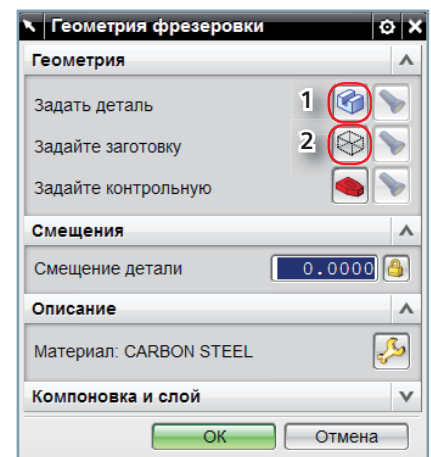

Рис. 1.23. Диалоговое окно задания геометрии Детали и Заготовки
- Появится диалоговое окно (рис. 1.23).
- Выполните команду задания заготовки (2 на рис. 1.23).